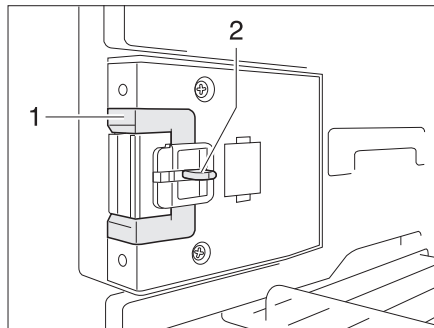
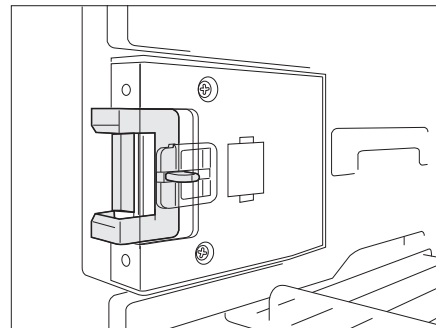

Fig. 220 Dispositif de fermeture en position normale
Fig. 221 Dispositif de fermeture en position de ventilation
- Presser le bouton de déverrouillage (Fig. 220,2).
- Pousser le dispositif de fermeture (Fig. 220,1) vers l'avant (Fig. 221).